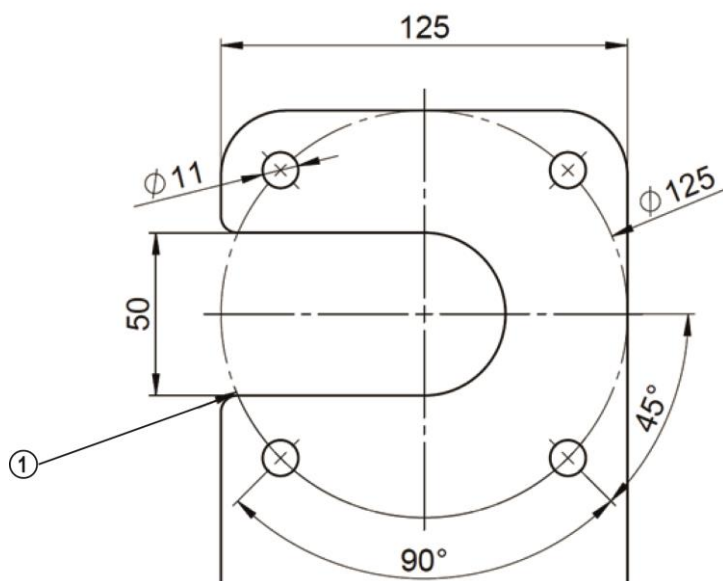

Abb. 2 Bohrbild
- Eine Montagefläche nach Bohrbild (siehe Abb. 2) verwenden. Der Ausschnitt (50 mm) ist für die Leitungsverschraubung erforderlich.